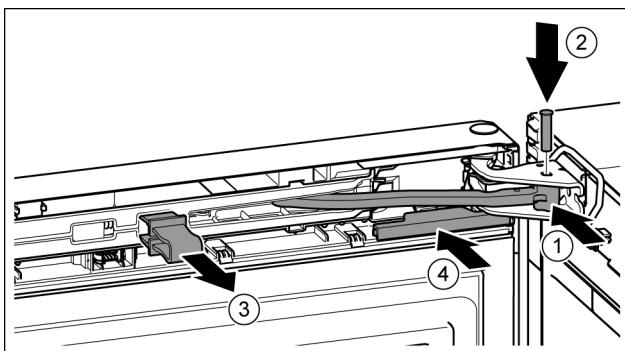

Fig. 42
- ▶ 铰链转入托架。 Fig. 42 (1)
- ▶ 将螺栓插入托架和铰链。同时注意止动凸轮需正确地位于凹槽中。 Fig. 42 (2)
- ▶ 取下保险装置。 Fig. 42 (3)
- ▶ 插入盖板。 Fig. 42 (4)